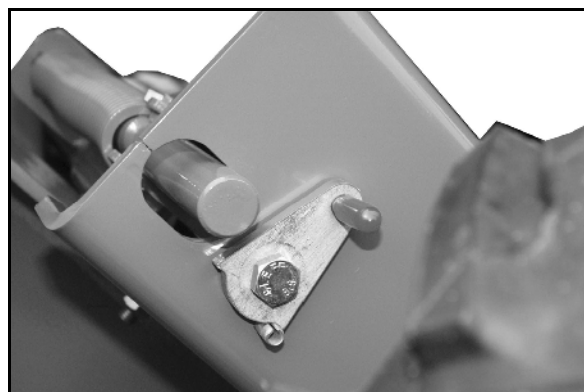

Рис. 23
1. Установите шаровой кран (Рис. 23/1) в положение В.
3. Установите стопорный рычаг соответствующим образом (см. Рис. 23).